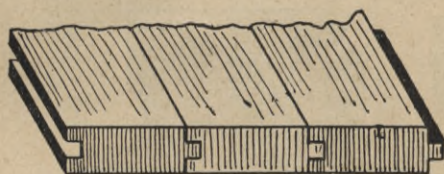

Fig. 97.
2. **Wiązanie na wpust.** Przy tym łączeniu mamy do czynienia z dwoma zacięciami drzewa, stanowiącymi razem jedno wiązanie. Wystającą część jednej deski, mającą wejść w zagłębienie drugiej, nazywamy **wypustem** (Feder), zagłębienie zaś samo na drugiej desce, w które wchodzi wypust, nazywamy **wpustem** (Nut). Łącząc ze sobą kilka desek n. p. na Fig. 97. postępuje się tak, że się zaopatruje każdą równo-